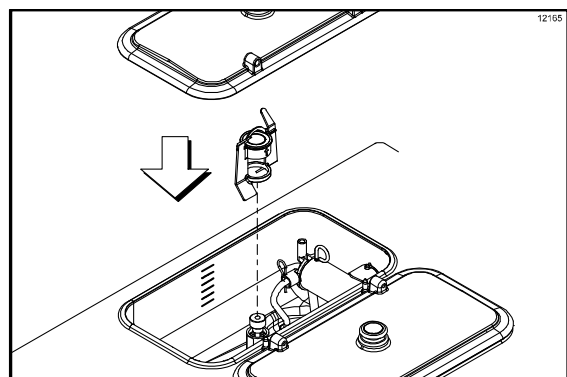

Figura 53
8. Coloque o agitador de volta na caixa do eixo de transmissão. Recoloque a tampa do reservatório. (Veja a Figura 53.)